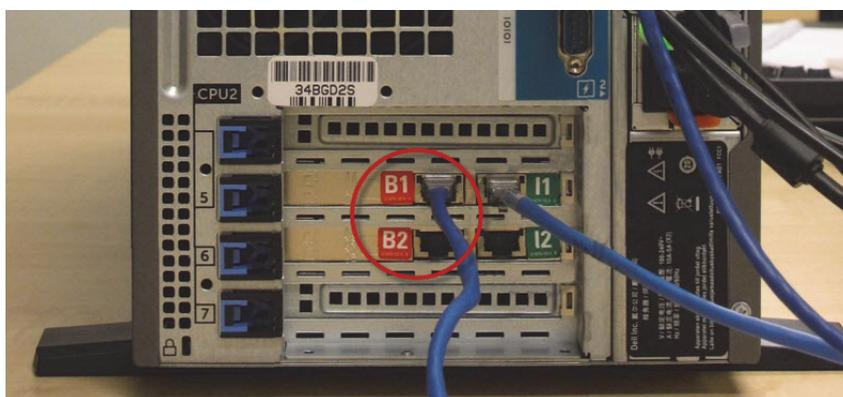

Figura 153: Porte ponte sul controller
4. Scollegare il cavo di rete Ponte dalla porta **B1** o **B2** sul controller primario. Vedere Figura 153.